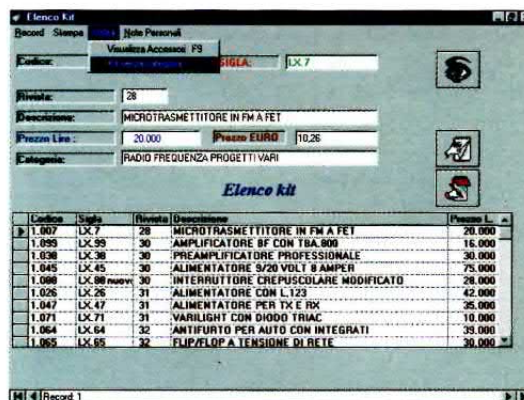

Fig.26 L'istruzione Kit senza categoria nel menu Utilità consente di ritrovare i kit che non sono associati a nessuna delle categorie presenti in memoria.
– Aprite il menu **Utilità** e selezionate il comando **Kit senza Categoria** (vedi fig.26).